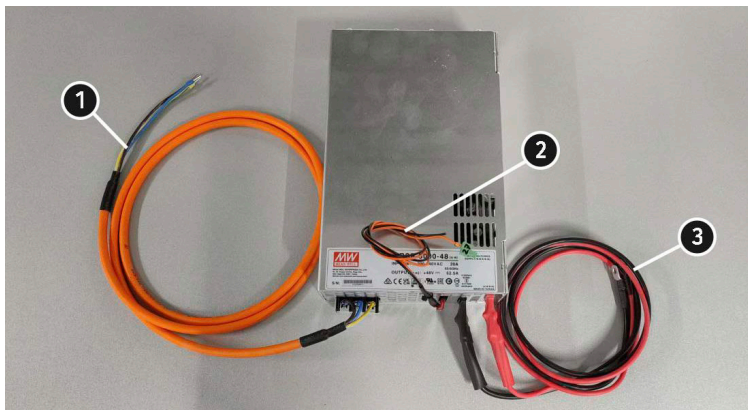
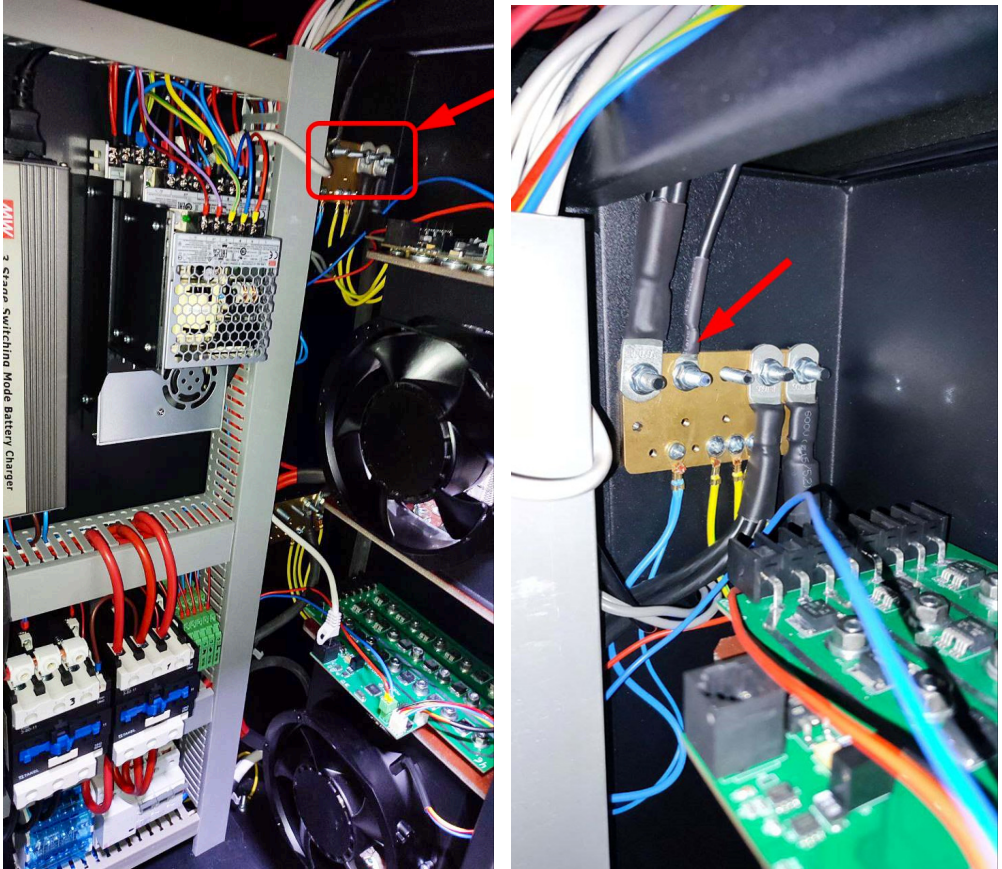
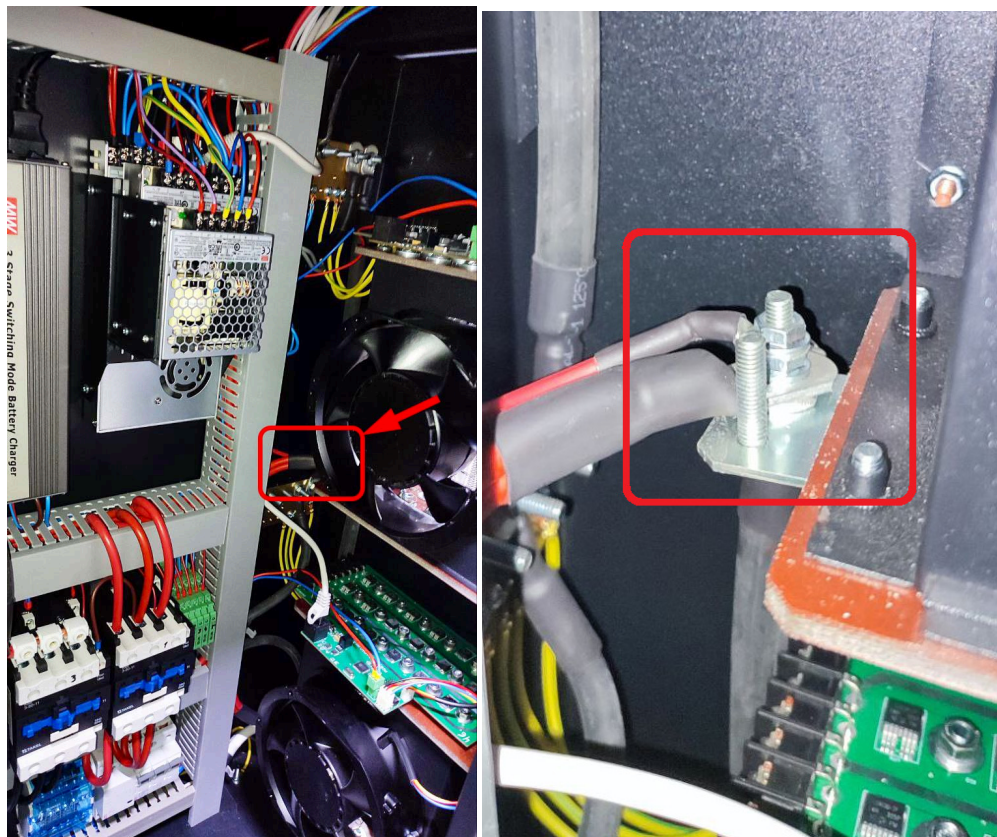
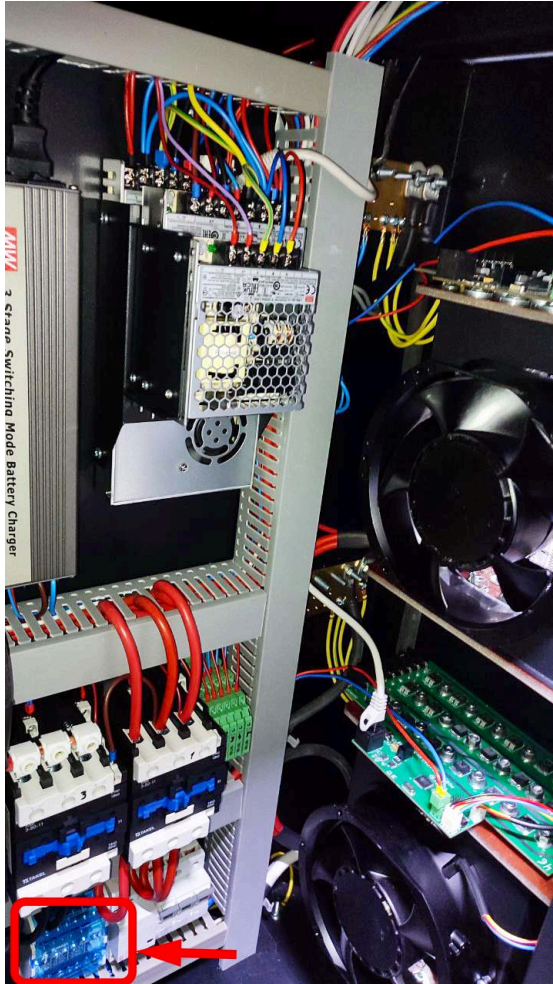

Рисунок 6
Рисунок 8
Рисунок 9
Рисунок 10
До блоку живлення RSP-3000-48 під'єднано три набори проводів, див. рис. 6:
2. Підключіть чорний провід виходу блока живлення (поз. 3 рис. 6) до мінусової мідної шини, див. рис. 8.
3. Підключіть червоний провід виходу блока живлення (поз. 3 рис. 6) до блоку навантаження див. рис. 9.
4. Підключіть проводи живлення блока живлення (поз. 1 рис. 6) до силового клемника, див. рис. 10.
5. Підключіть провада керування блоком живлення (поз. 2 рис. 6) до головної плати як показано на рисунку 12. Провід із роз'ємом у місце поз.1 і чорний провід у поз 2.